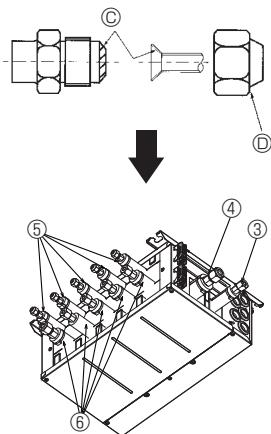

Fig. 7-2
- ① Applicera köldmedelsolja på flänssätets hela (Fig. 7-2)ytan.
- ② Använd huvudsakligen flänsade muttrar monterade på huset (i handeln förekommande flänsade muttrar kan spricka).